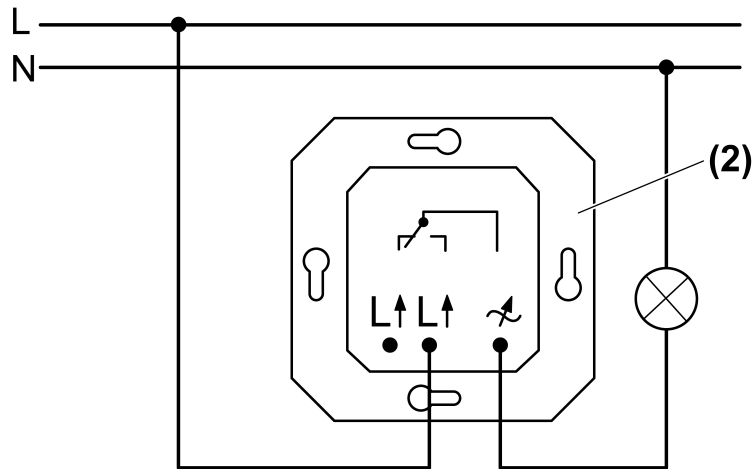

Bild 2: Anschlussplan
- Dimmer (2) gemäß Anschlussplan anschließen (Bild 2).